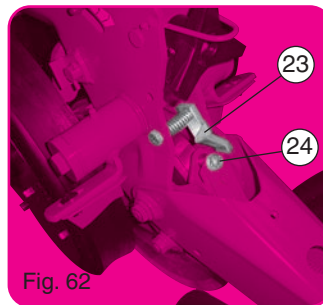

Fig. 62
Cette roue plombreuse est utilisable sur terrain plutôt sec, pour tous semis. Sur terrain trop humide, un bourrage au niveau de la roue est toujours possible, dans ce cas, escamoter la roue par le taquet 23 fig. 62. Si cette opération ne s'avèrait pas suffisante, il faudrait enlever la roue seule, en laissant le cadre 4 sur l'élément. Le décroctoir 11 Greenflex réversible doit être surveillé de temps en temps, et réglé avec précision à l'aide de l'écrou 24 fig. 62.
The press wheel has a diameter of 295 mm and a width of 21 mm and is in stainless steel. It can only be adapted on the NG Plus 3 units. It floats independently from the metering unit and the rear press wheel unit. The NG Plus 3 equipped in this manner, now becomes the NG Plus 3 PRO. This press wheel can be used in rather dry soils for all types of seeds. In damp soil, a packing up of the wheel is always possible, in this case, retract the wheel using the latch 23 fig. 62. If this is not sufficient, the wheel only must be removed, leaving the frame 4 on the metering unit. The reversible Greenflex scraper 11 should be controlled from time to time and adjusted with precision using the nut 24 fig. 62.
Die Andruckrolle wird hauptsächlich auf trockenen Böden eingesetzt. Auf nassem Boden, wenn die Rolle verstopft, kann diese ausgehoben werden und mit dem Hebel 23 Fig. 62 arretiert werden. Wenn diese Maßnahme nicht ausreicht, muß die Rolle vom Element ausgebaut werden. Der nachstellbare GREENFLEX-Abstreifer ist von Zeit zu Zeit zu kontrollieren und entsprechend nachzustellen. (24 - Fig. 62)
Dit aandrukwieltje Ø 295 x 21 mm met RVS bandage kan alleen op een "NG Plus 3" element gemonteerd worden. Het heeft een vlottende werking, onafhankelijk van het element en van het aandrukblok achteraan. Indien zo uitgerust wordt een "NG Plus 3" dan "NG Plus 3 PRO" genoemd. Het "PRO" wieltje wordt voor alle typen zaaierwerk op betrekkelijk droog terrein aanbevolen. Op een te vochtig terrein kan een verstopping gebeuren ter hoogte van het wieltje. In dat geval dient het wieltje dank zij de klamp 23 opgeklapt te worden (afb. 62). Indien deze verrichting onvoldoende is, kan het losse wieltje verwijderd worden; het frame 4 blijft op het element. De omkeerbare Greenflex toestrijker 11 periodiek nakijken en nauwkeurig afstellen met behulp van de afstelmoer 24 (afb. 62).
- Position escamotée (fig. 62).
- Pos. Fig 62 wieder anbringen
- Retracted position (fig. 62).